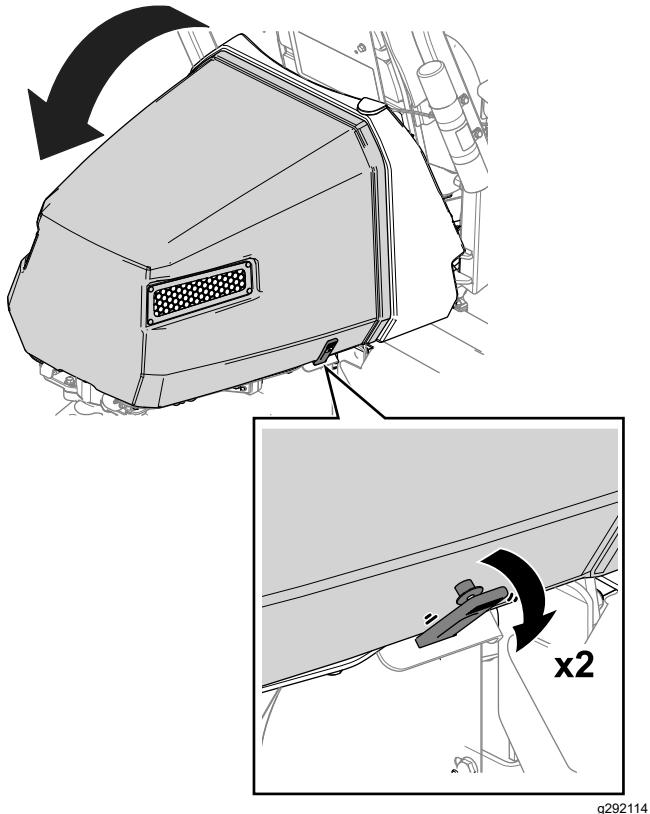

Рисунок 38
1. Отсоедините фиксаторы с каждой стороны капота (Рисунок 38).
2. Поднимите капот (Рисунок 38).